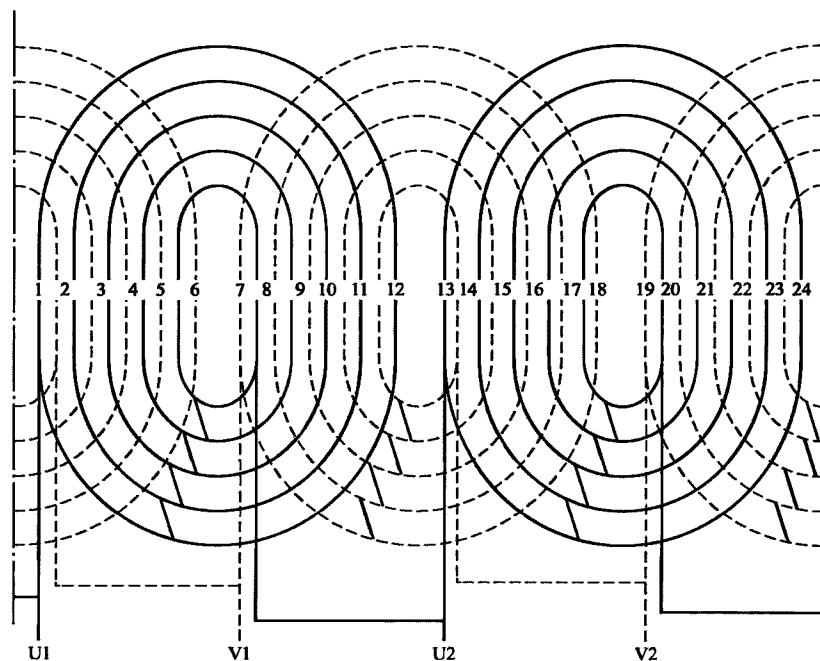

图 4-8 单相 2 极 24 槽正弦绕组 2 路接法展开图 (3)
8. 单相 2 极 24 槽正弦绕组 2 路接法展开图 (3) (见图 4-8)